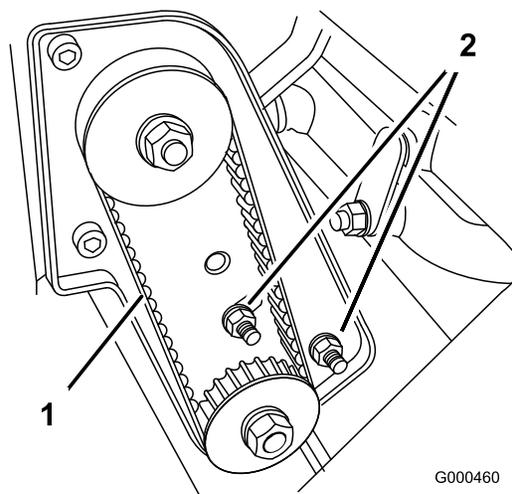

図 42
- A. ベアリング・ハウジング取り付けナットをゆるめる (図 42)。
- C. トルクレンチの設定が狂わないように注意しながら、ベアリング・ハウジング取り付けナットを締め付ける (図 42)。ベルトを締め付けすぎないように注意する。